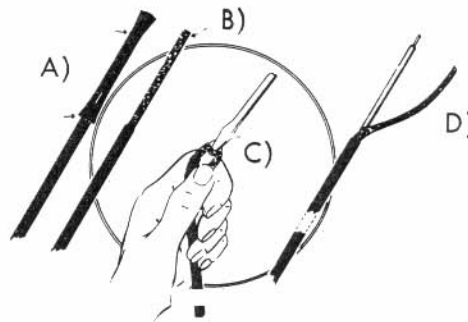

ABBILDUNG 6A
- () Entfernen Sie 25 mm der Aussenisolation am einen und 50 mm am anderen Ende des abgeschirmten (Coax-)Kabels. Dazu wird der Aussenmantel vorsichtig kreisförmig eingeschnitten, um eine Beschädigung des darunterliegenden Abschirmgeflechtes zu verhindern. Dann werden die abgetrennten Enden der Aussenisolation entfernt (siehe Abbildung 6A).
- () Stauchen Sie das Abschirmgeflecht des abgeschirmten Kabels an beiden Enden zusammen. Erweitern Sie dann eine Masche des Geflechts mit einer Ahle oder einem anderen spitzen Gegenstand in der Nähe des stehengebliebenen Aussenmantels. Knicken Sie das Kabel an dieser Stelle scharf nach hinten um und ziehen den Innenleiter durch die so geschaffene Öffnung im Abschirmgeflecht nach aussen. Ziehen Sie das Abschirmgeflecht bandartig aus. Verzinnen Sie die Enden dieser Bänder. Entfernen Sie dann je 6 mm der Innenleiter-Isolation an beiden Kabelenden, verdrehen die freigelegten Litzenenden und verzinnen diese ebenfalls leicht, um ein Ausfransen zu vermeiden (siehe Abbildung 6A).
zu Abbildung 6A: